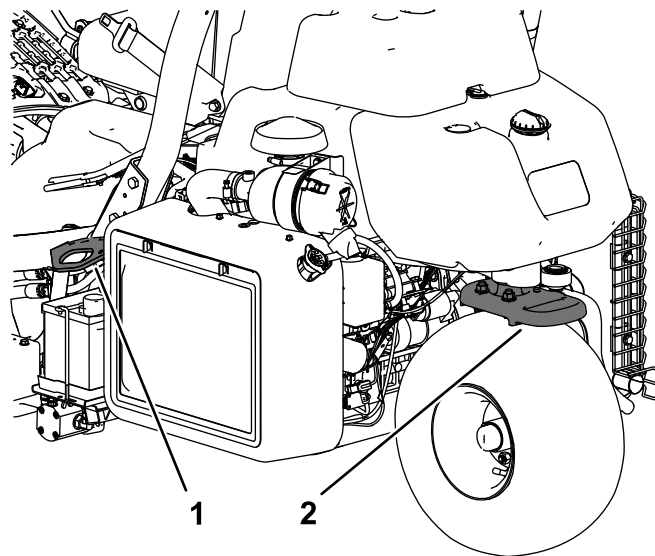

Figura 24
- Legați maina în siguranță folosind curele, lanuri, cabluri sau frânghii. Atât curelele din față, cât și cele din spate trebuie să fie îndreptate în jos și spre exteriorul mainii (Figura 24).